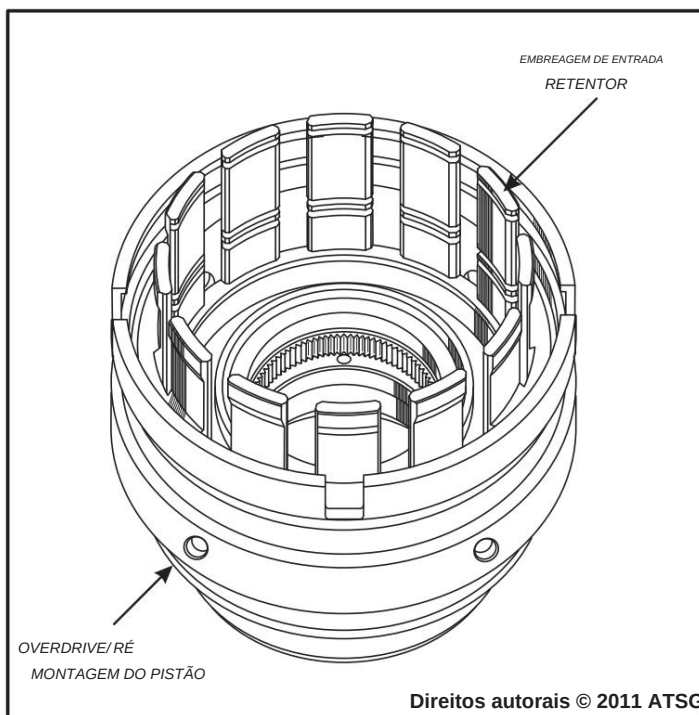

Figura 98
14. Instale o retentor da embreagem de entrada no pistão de overdrive/ré girando-o para a posição, conforme mostrado na Figura 98.